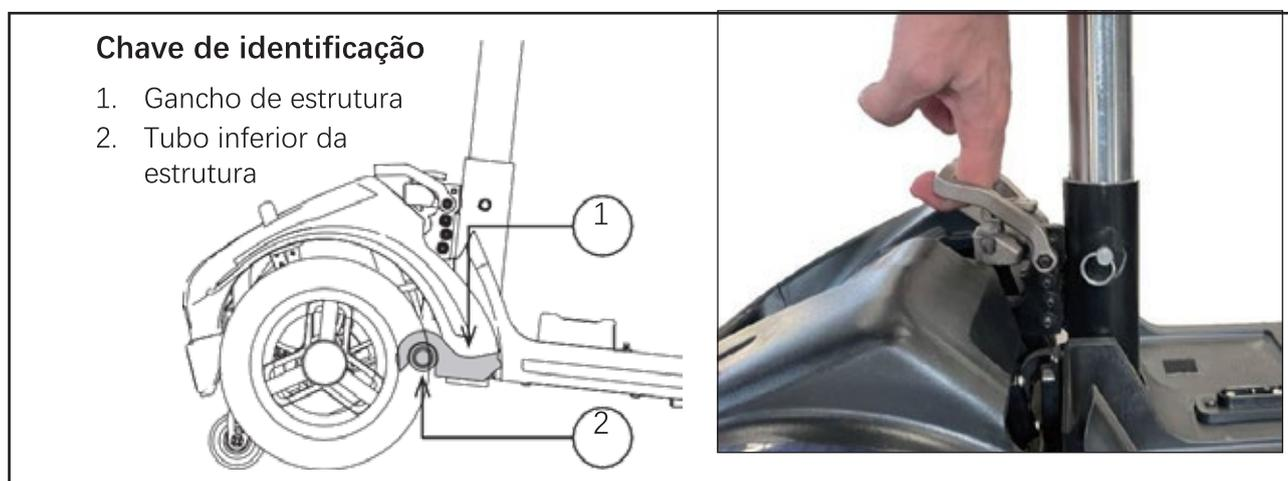

Figura 8. Alavanca de liberação da estrutura
ATENÇÃO - Antes de tentar montar, incline a metade traseira da Scooter ligeiramente para trás sobre as rodas anti-tombamento, conforme mostrado na figura 8.
3. Lentamente, separe as duas partes da Scooter. Veja a figura 8.
1. Use a alavanca de liberação do chassi dianteiro (Libra-D e Libra-DX e Libra-DLX) para levantar o chassi dianteiro enquanto alinha os ganchos do chassi dianteiro com o tubo do chassi traseiro. Consulte a figura 8.
2. Quando os ganchos da estrutura estiverem sobre o tubo da estrutura traseira, abaixe a estrutura dianteira e gire a estrutura traseira simultaneamente. Isso acionará o travamento da estrutura automaticamente. Consulte a figura 8.